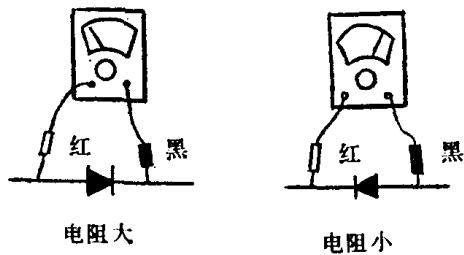

图 5
5. 晶体二极管的识别 用万用表电阻档测量二极管的正反向电阻，即可识别其好坏。测量方法见图5。